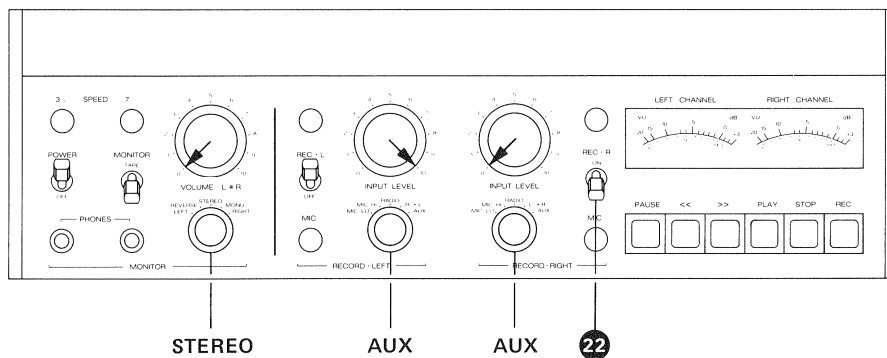

Fig. 6.4.-2
- Bedienungselemente nach Fig. 6.4.-2 einstellen.
- Anschluss AUX INPUT (48). Beide VU-Meter zeigen 0 VU.
- Zusätzlich Aufnahmevorwählschalter REC-R (22) auf ON. Nur linkes VU-Meter zeigt 0 VU.